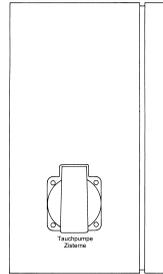

Bild 11
- Stecker der Tauchmotorpumpe in die Schuko-Steckdose der Hybrid-Steuerung einstecken, siehe Bild 11.